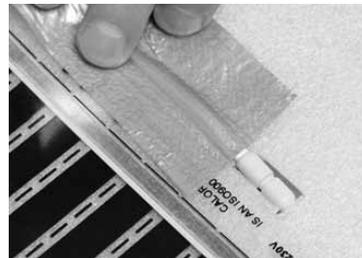

Abbildung 21
6. Schneiden Sie ein passendes Loch in die Isolierungsschicht und befestigen Sie den Temperatursensor in 1-1,5 cm Entfernung von dem beheizbaren Teil der Heizfolie. (Abbildung 21). Schließen Sie die Heizelemente an den Thermoregulator und schalten Sie ihn ein. Nach einigen Minuten sollte die Folie angenehm warm werden.